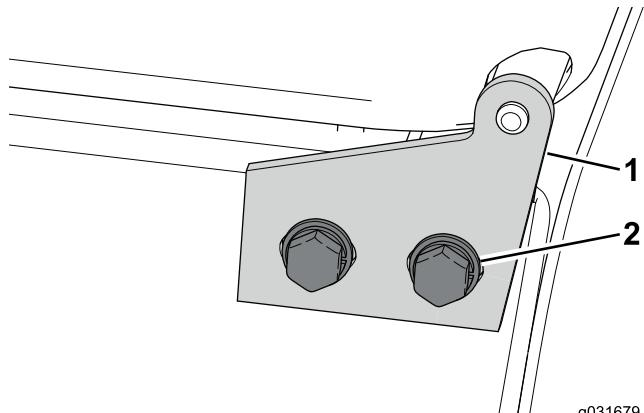

Figura 59
1. Desaperte os 4 parafusos que prendem o capot à dobradiça do capot (Figura 59).